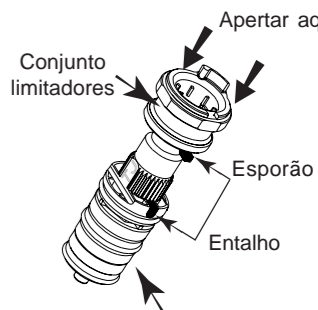

Fig. 7
- Encaixar até o fundo o conjunto limitadores sobre o cartucho, orientando o esporão com o entalho (fig. 7).